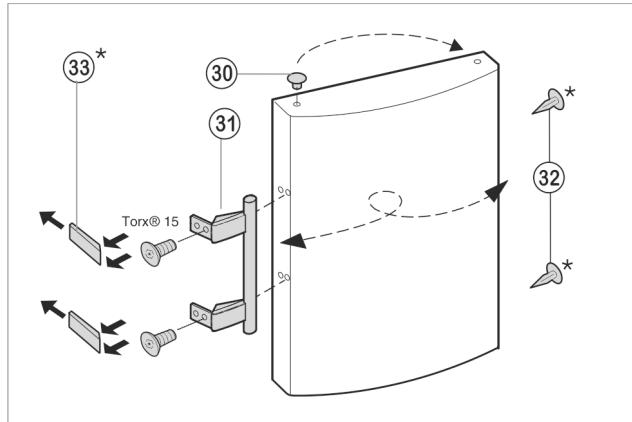

Fig. 8
- ▶ Tŕň Fig. 8 (30) z ložiskového puzdra dverí vyberte a premiestnite.
- ▶ Držadlo dverí Fig. 8 (31), tŕň Fig. 8 (32) a prítlačné platničky Fig. 8 (33) odmontujte a premiestnite na opačnú stranu.